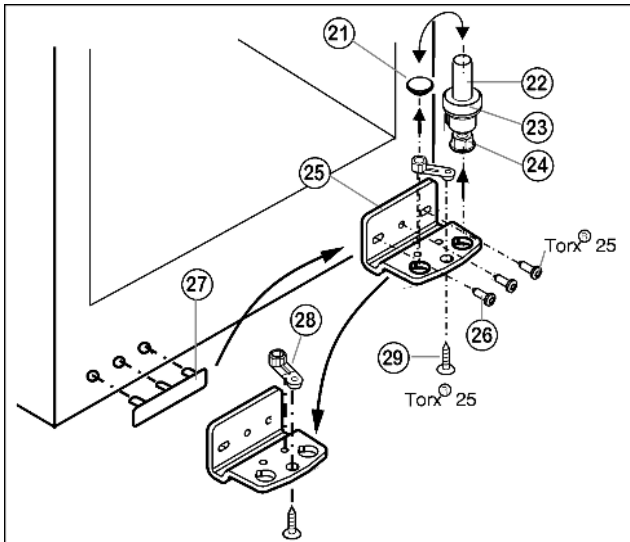

Fig. 6
- ▶ Lagerbolzen Fig. 6 (22) komplett, mit Scheibe Fig. 6 (23) und Stellfuß Fig. 6 (24), nach oben herausziehen.
- ▶ Stopfen Fig. 6 (21) abheben.
- ▶ Lagerbock Fig. 6 (25) abschrauben Fig. 6 (26).
- ▶ Lagerteil Fig. 6 (28) abschrauben Fig. 6 (29) und in das gegenüberliegende Aufnahmeloch des Lagerbocks umsetzen, wieder festschrauben.
- ▶ Griffseitige Abdeckung Fig. 6 (27) vorsichtig abheben und auf die Gegenseite umsetzen.
- ▶ Lagerbock Fig. 6 (25) auf der neuen Scharnierseite ggf. mit Hilfe eines Akkuschaubers **fest (mit 4 Nm)** wieder anschrauben.
- ▶ Stopfen Fig. 6 (21) in das andere Loch wieder einsetzen.
- ▶ Lagerbolzen Fig. 6 (22) komplett, mit Scheibe und Stellfuß, wieder einsetzen. Dabei darauf achten, dass der Rastnocken nach hinten zeigt.
- ▶ Stopfen (33) aus der Türlagerbuchse herausheben und umsetzen.
- ▶ Türgriff (32), Stopfen (33) und Druckplatten* (34) abmontieren und auf die Gegenseite umsetzen.
- ▶ Tür von oben auf Lagerbolzen unten Fig. 6 (22) aufsetzen.
- ▶ Oberen Lagerbock (12) auf der neuen Scharnierseite in die Tür einsetzen.
- ▶ Oberen Lagerbock (12) **fest (mit 4 Nm)** anschrauben (2 mal Torx® 25) (13). Schraublöcher evtl. vorstechen oder Akkuschauber verwenden.
- ▶ Abdeckung (10) und Abdeckung (11) jeweils auf der Gegenseite aufrasten.
- ▶ Die Tür evtl. über die beiden Langlöcher im Lagerbock unten Fig. 6 (25) fluchtend zum Gerätegehäuse ausrichten. Dazu mittlere Schraube herausdrehen.